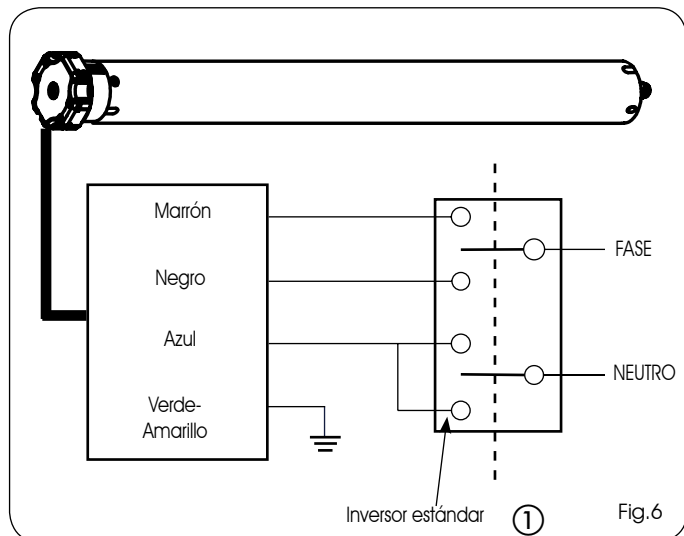

Fig.6
- 5) Si el sentido de rotación fuera incorrecto, quite la alimentación, cambie en el inversor (Fig.6 ref. ①) el hilo negro por el marrón y compruebe que funcione correctamente.